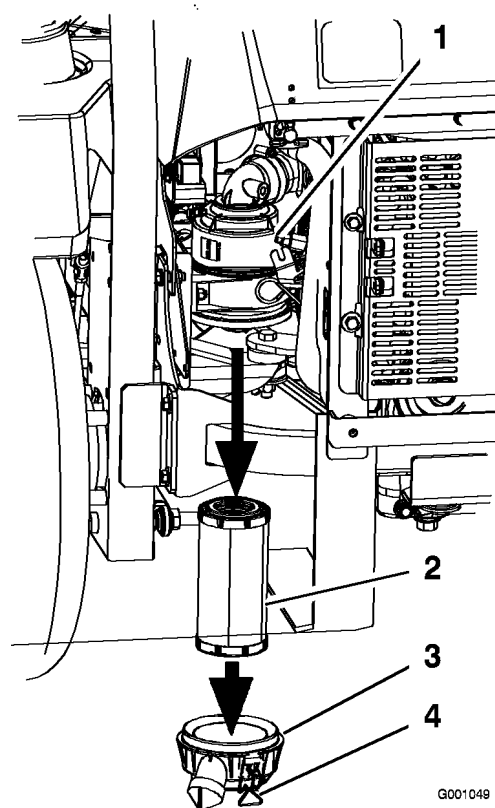

Figura 33
3. Rilasciate i dispositivi di fermo del filtro dell'aria, e togliete il coperchio dal corpo del filtro dell'aria (Figura 33).
5. Estraete con cautela il filtro dal corpo del filtro dell'aria (Figura 33). Non urtate il filtro contro il corpo.